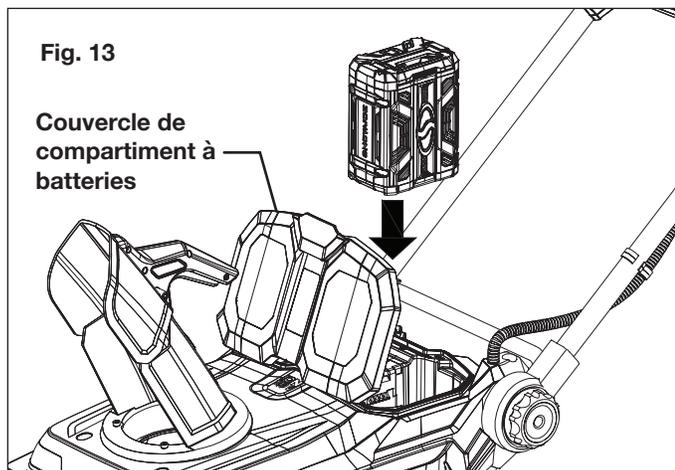

Fig. 13
1. Ouvrez le couvercle du compartiment à batteries et faites glisser le bloc-piles vers le bas jusqu'à ce qu'il s'encliquette et se verrouille une fois en place (Fig. 13). L'un ou l'autre côté du compartiment à batteries peut être utilisé. Fermez le couvercle.